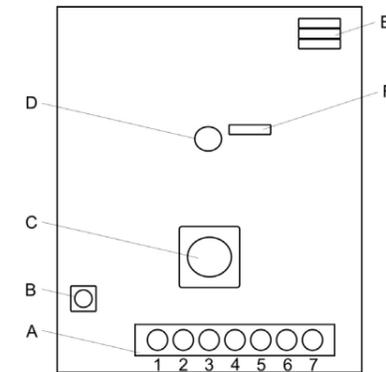

Fig. 2
8. Collegare i fili ai morsetti (Fig.2).
8. Verbind de draden met de aansluiting (Fig. 2).